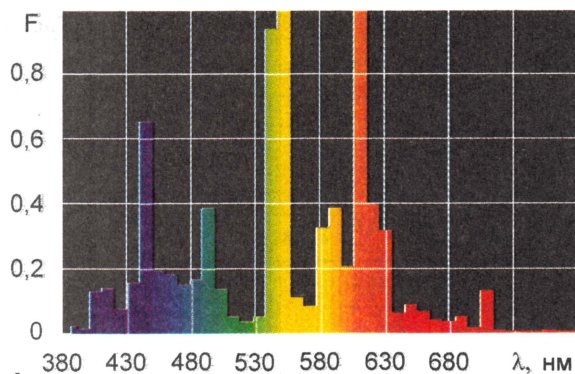
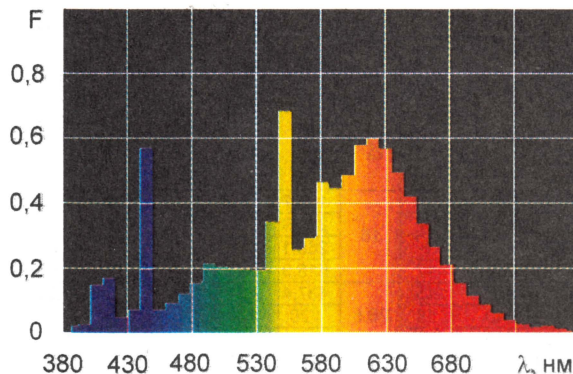

Рис. 4
Рис. 5
На рис. 4 в качестве примера показано спектральное распределение света, излучаемого лампой ЛХБ (зарубежное обозначение цветности — 840), а на рис. 5 — то же, для лампы ЛТБЦ (930). За единицу спектральной плотности излучения F на графиках принято стандартное значение